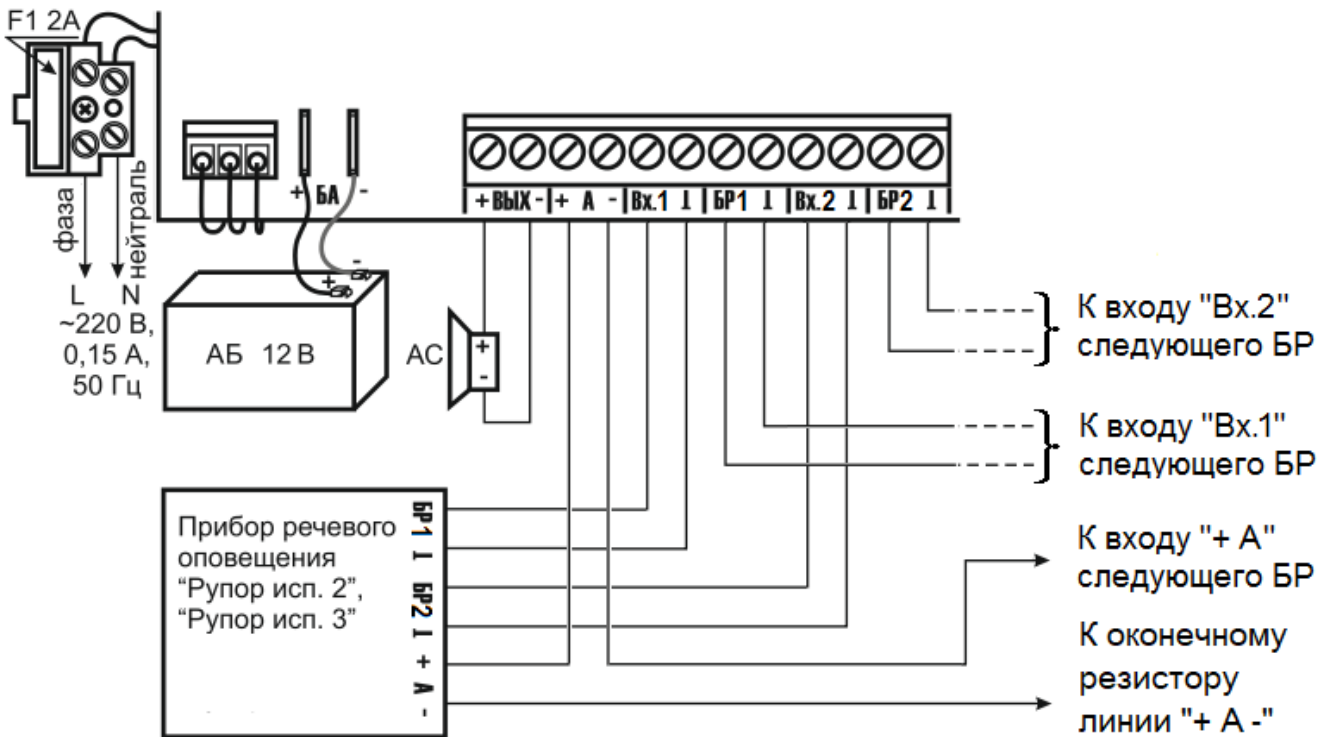
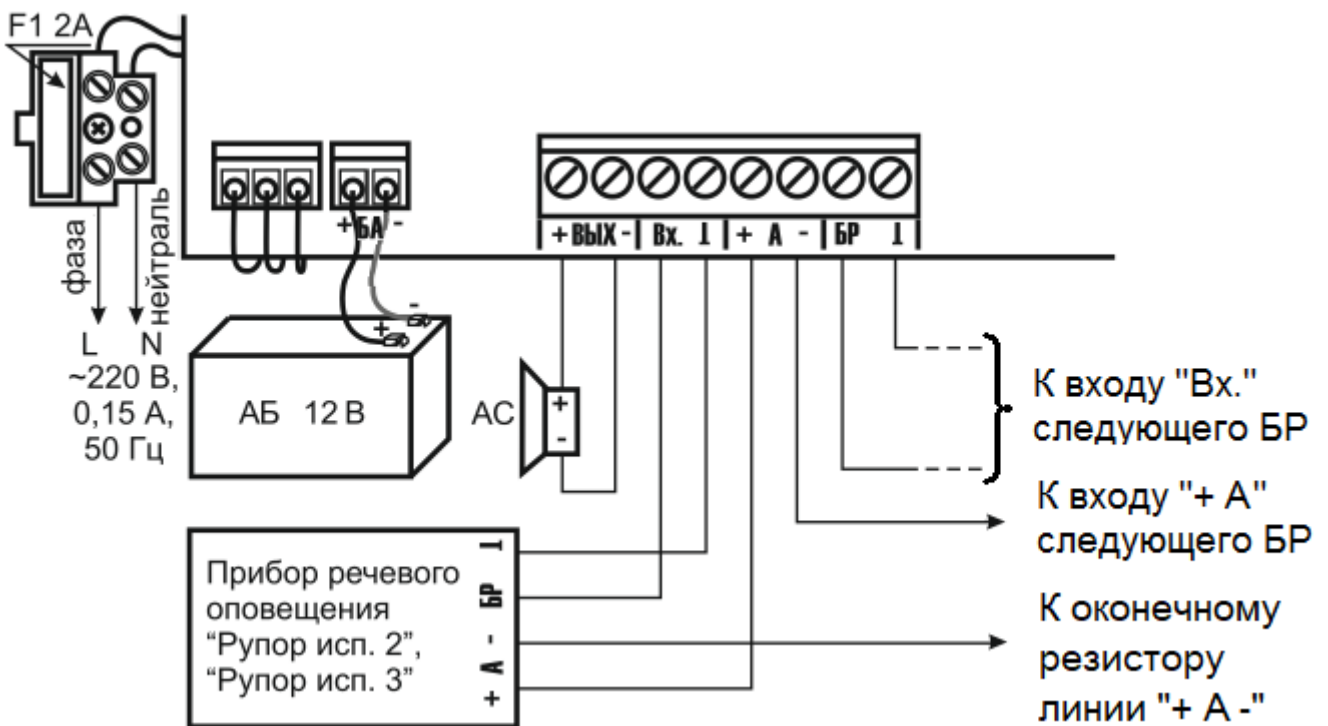

Рис. 4
Рис. 5
2.2.4.4 Подключить к клеммам блока внешние цепи (см. Рис. 4 и Рис. 5).
3.4.1 Подключить Блок к «Рупор исп. 02» или «Рупор исп. 03» в соответствии со схемой подключения (см. Рис. 4, Рис. 5).